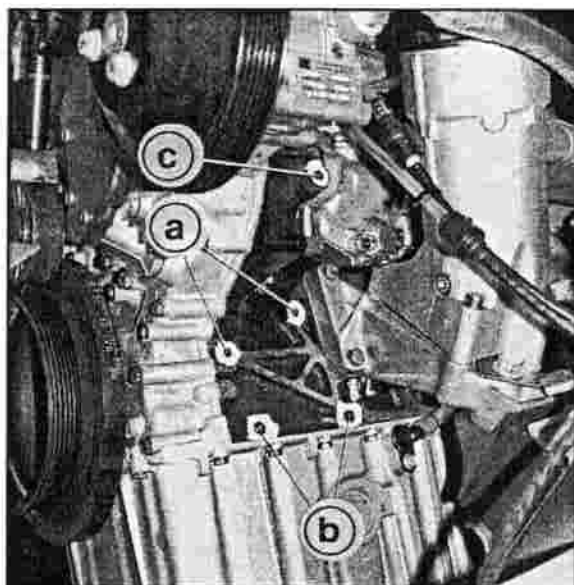

FIG. 4
Sui veicoli in esame si possono presentare due diverse soluzioni di fissaggio in corrispondenza del punto «c» visibile nelle figure 4 e 4.1 che seguono. A seconda del caso incontrato utilizzare il tirante appropriato come indicato in fig. 8.
There are two different securing possibilities at point «c» shown in the figure 4 and 4.1. Depending on the kind of fixing, use the appropriate tie-rod as indicated in fig. 8.
Sur les véhicules en question on peut rencontrer deux solutions différentes de fixation au point «c» indiqué aux figures 4 et 4.1. Utiliser, selon le cas, le tirant approprié comme indiqué fig. 8.
Bei den vorliegenden Fahrzeugen ist es möglich, daß zwei verschiedene Befestigungsmöglichkeiten Punkt «c» - siehe Abb. 4 und 4.1 bestehen. Je nach vorgefundener Situation die angemessene Zugstange - siehe Abb. 8-verwenden.
- I Fissare la piastra «45» al blocco motore (vedi punti «a-b» di fig. 4) mediante viti e rondelle fornite M8.
- F Fixer la plaque «45» au bloc moteur (voir les points «a-b» de la fig. 4), en utilisant les vis et les rondelles fournies M8.
- GB Secure plate «45» to the engine block (see points «a-b» in Fig. 4). Secure with the M8 screws and washers provided.
- D Träger «45» an Motorblock (siehe Punkte «a-b» der Abb. 4) mit gelieferten Schrauben und U-Scheiben M8 befestigen.
- E Fijar la placa «45» al bloque motor (véanse puntos «a-b» de fig. 4) mediante tornillos y arandelas abastecidas M8.
- I Fissare il tirante «46» o «46.1» al blocco motore (punto «c» di fig. 4 o 4.1) ed al compressore, come visibile in figura, utilizzando bulloneria M8 e M10 fornita.
- F Fixer le tirant «46» ou «46.1» au bloc moter (point «c» de la fig. 4 ou 4.1) et au compresseur, comme visible sur la figure, en utilisant la boulonnerie M8 et M10 fournie.
- GB Secure the tie-rod «46» or «46.1» to the engine block (point «c» in Fig. 4 or 4.1) as well as to the compressor as indicated in the figure. Use the M8 and M10 nuts and bolts provided.
- D Stütze «46» oder «46.1» an Motorblock (Punkt «c» der Abb. 4 oder 4.1) und an Kompressor, wie in der Abbildung gezeigt mit geliefertem Schraubensatz M8 und M10 befestigen.
- E Fijar el tirante «46» o «46.1» al bloque motor (punto «c» de fig. 4 o 4.1) y al compresor, como se ve en la figura, utilizando tornilleria M8 y M10 abastecida.